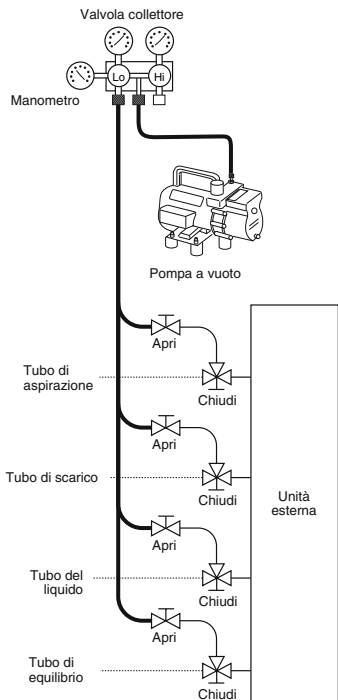

Fig. 6-4
- Quando la depressione desiderata viene raggiunta, chiudere la manopola "Lo" della valvola con collettore e spegnere la pompa a vuoto. Controllare che la pressione riportata dal manometro sia sotto -101 kPa (-755 mmHg , 5 Torr) dopo 4 o 5 minuti di uso della pompa a vuoto. (Fig. 6-4)